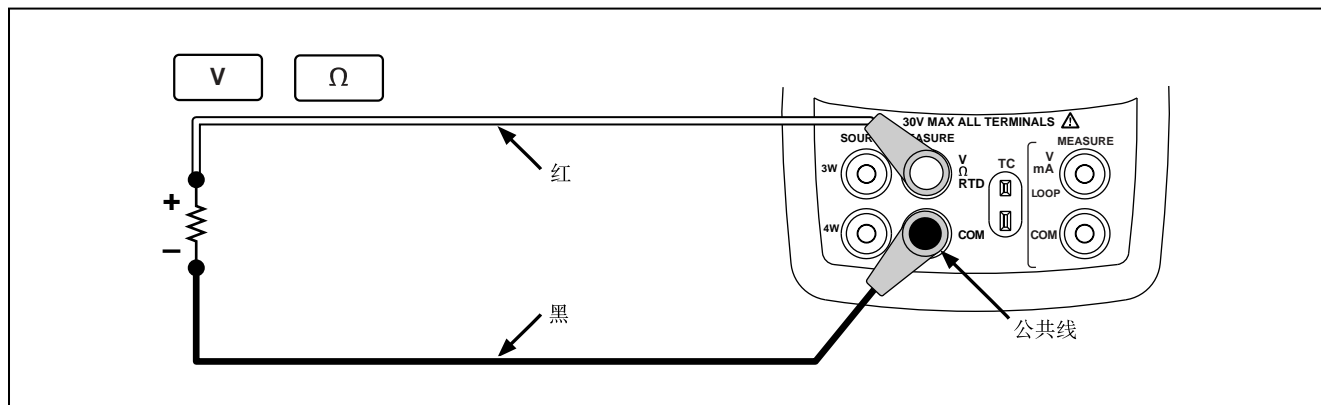

图 12. 输出 (Sourcing) 模式的连接
1. 根据校准仪的输出功能，按图12连接测试线。
小插头的一个脚比另一个宽。切勿强制把小插头插入。图 12 是连接图。